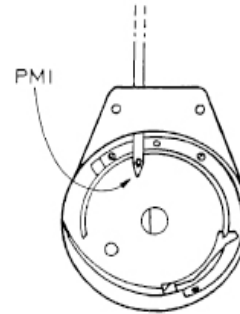

Figura 12
- ✓ Olhe dentro da Lançadeira e verifique se o furo da Agulha está posicionado com a extremidade superior alinhada com o diâmetro interno do Anel da Lançadeira (figura 12);